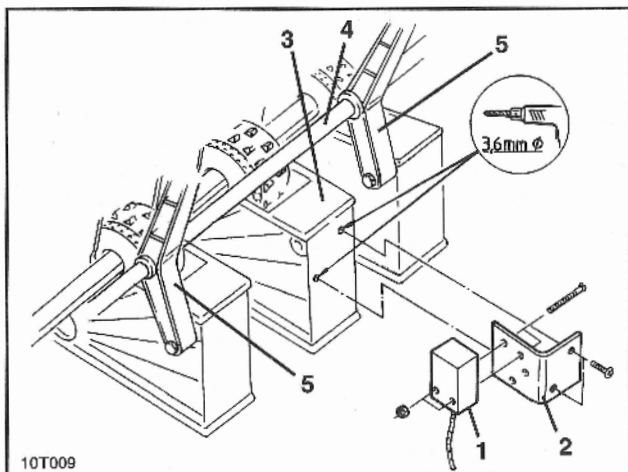

Fig. 10.3
- ☐ Føler (fig. 10.3/1) skrues på følerholderen (fig. 10.3/2).
- ☐ Der bores to huller (Ø 3,6 mm) i såhuset (fig. 10.3/3) med det medleverede bor. Udvælg et såhus, der sidder mellem to lejer (fig. 10.3/5) på køresporsakslen (10.3/4).
- ☐ Følerholderen (fig. 10.3/2) skrues på såhuset.